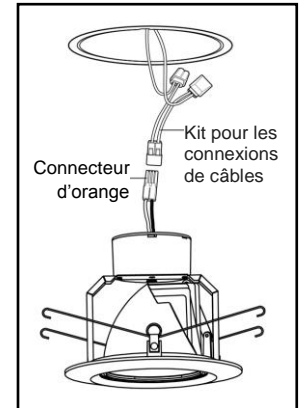

Figure 7
3. Retirez l'adaptateur de douille du boîtier. Coupez les deux fils de l'adaptateur près de l'adaptateur de douille et à distance du connecteur orange, puis jetez la douille. Retirez les (2) connecteurs bout-à-bout rouges du kit fixe. Appariez les fils du boîtier et du connecteur orange par couleur dans chaque connecteur rouge. Serrez fermement l'insert métallique en U sur les fils. Fermez le couvercle pour fixer et isoler la connexion. (Voir figure 7)